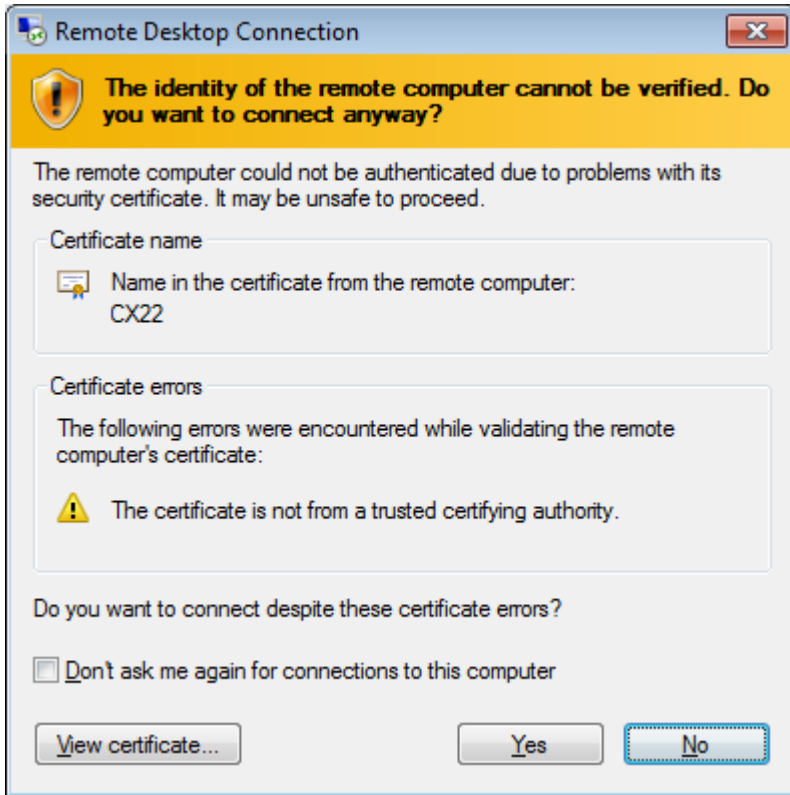

图6.3 远程电脑显示的身份
- ▶ 根据用户Windows操作系统的配置，可能会显示是否建立连接的另一个询问（远程电脑身份，图6.3）。如有需要，选中选项避免此类询问。